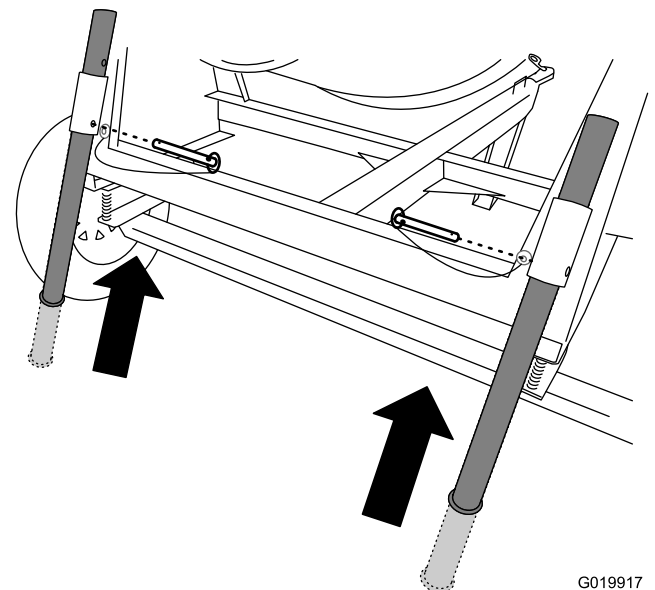

Figure 19
2. Sortez un axe de chape de l'un des pieds stabilisateurs arrière et du support (Figure 19).
3. Poussez le pied stabilisateur vers le haut dans le support et alignez le trou du support et le trou inférieur du pied stabilisateur (Figure 19).
4. Poussez l'axe de chape dans le trou du support et du pied stabilisateur (Figure 19).